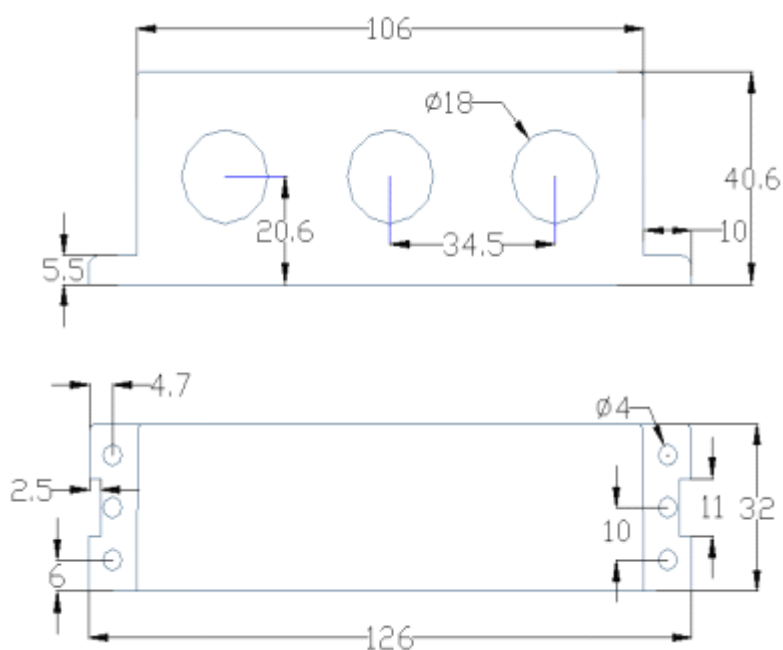

图 9 100A 及以下规格电流互感器外形尺寸
5.3.1 100A 及以下规格电流互感器外形尺寸如图 9 所示（单位：mm）：